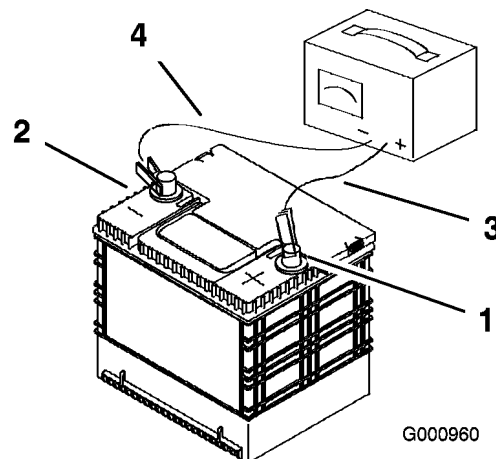

Figure 46
2. Quand la batterie est chargée au maximum, débranchez le chargeur de la prise, puis débranchez les fils du chargeur des bornes de la batterie (Figure 46).